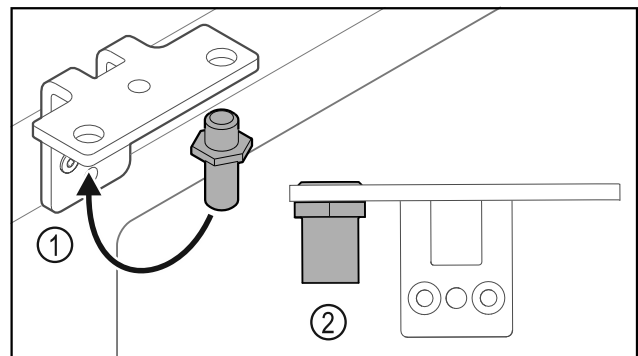

Fig. 35
- ▶ Переставьте палец Fig. 35 (1) в шарнирном уголке.
- ▶ Затяните палец Fig. 35 (2) с **моментом 12 Нм**.